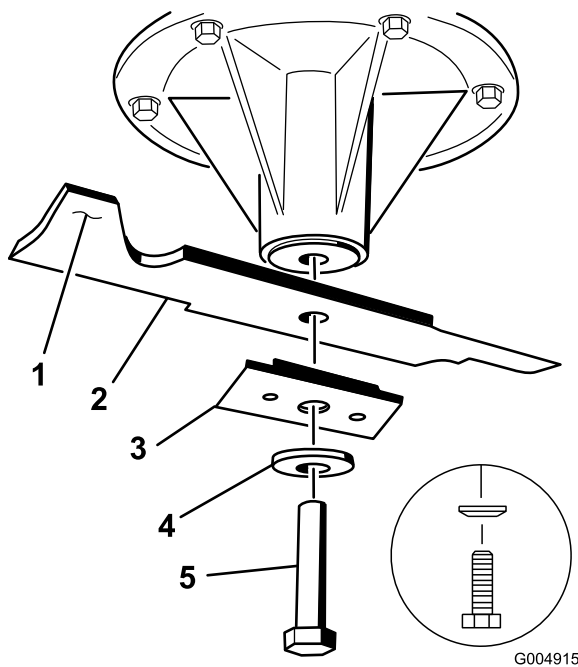

Figura 58
3. En las plataformas de cortacésped de 36 y 52 pulgadas, retire del eje el perno de la cuchilla, la arandela curva, el refuerzo y la cuchilla (Figura 58).
3. En las plataformas de cortacésped de 36 y 52 pulgadas, instale la cuchilla, el refuerzo, la arandela curva y el perno de la cuchilla (Figura 58).